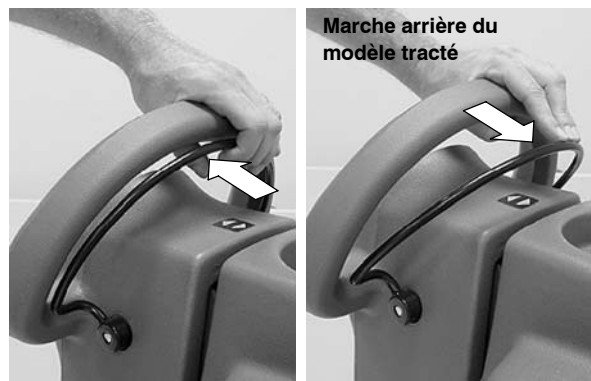

FIG. 18
5. Tirez vers l'arrière la protection de démarrage de la poignée de commande pour démarrer le brossage (Figure 18). Le modèle tracté avance automatiquement. Pour inverser la marche du modèle tracté, il suffit de pousser vers l'avant la protection de démarrage de la poignée de commande.